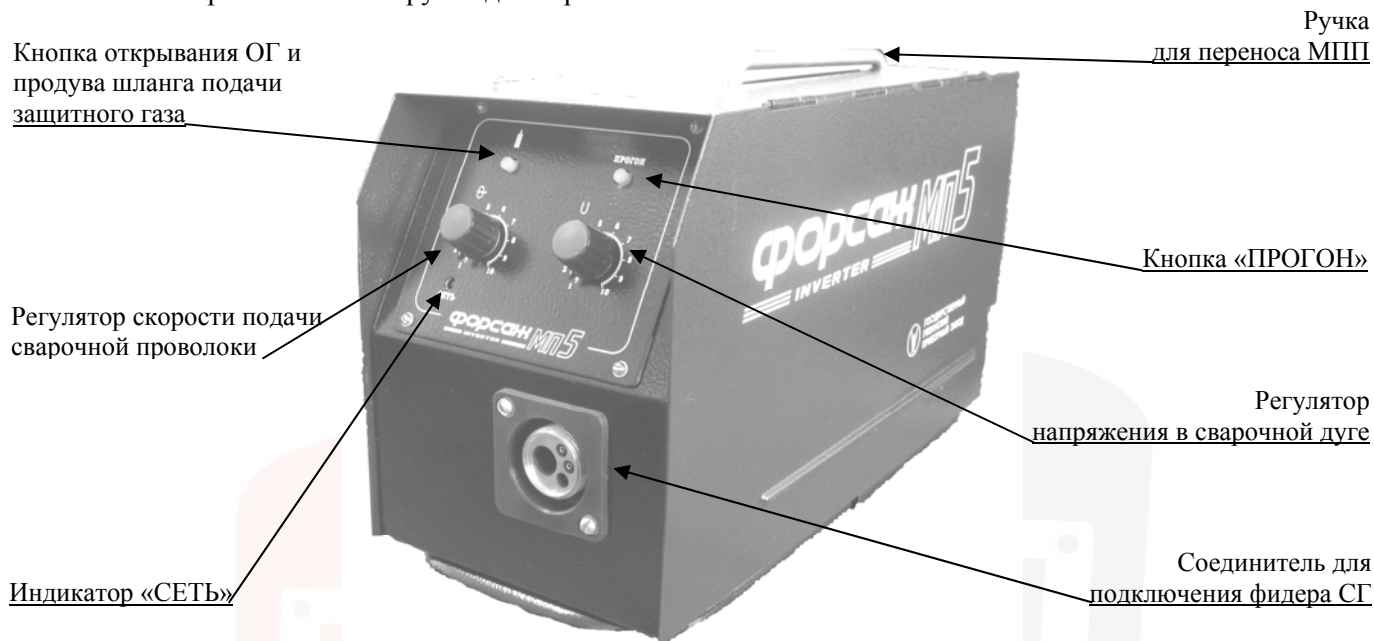

Рисунок 4.1
4.1.2 На передней панели расположены (см. рисунок 4.1):